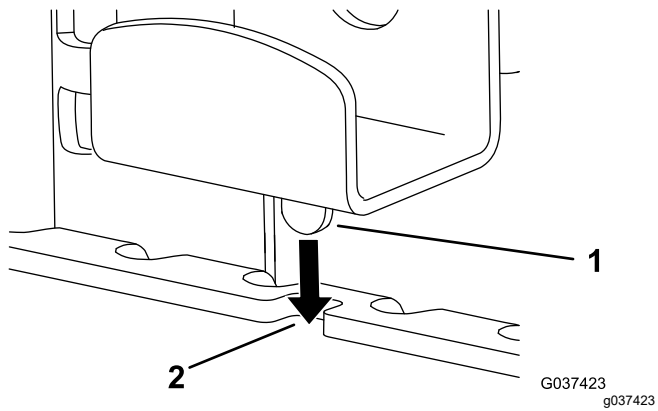

Figura 19
2. Afloje el pomo y baje el soporte superior, insertando la pestaña en la muesca del soporte de bisagra (Figura 19).